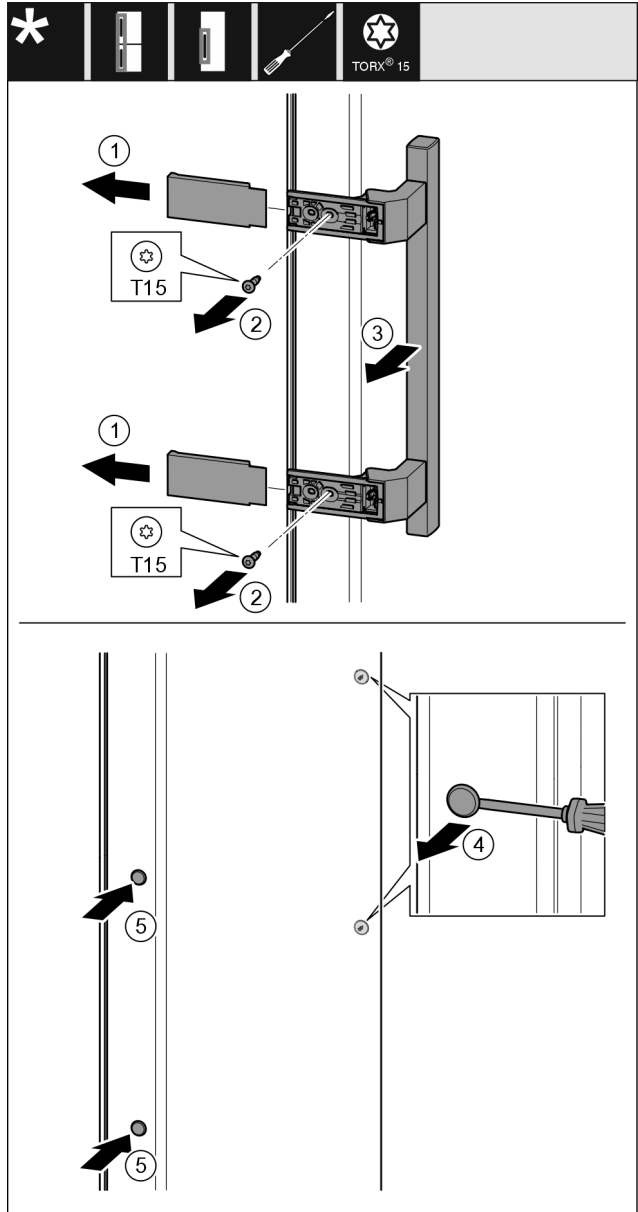

Fig. 21
- Izvucite poklopac Fig. 21 (1).
- Odvijačem odvrnite vijke Fig. 21 (2).
- Skinite ručku Fig. 21 (3).
- Odvijačem s ravnom glavom oprezno podignite bočni čep Fig. 21 (4) i izvucite ga.
- Ponovno umetnite čep Fig. 21 (5) na drugoj strani.